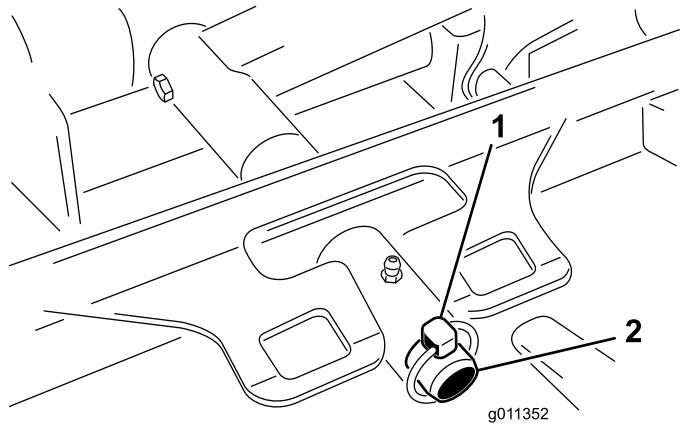

図 68
3. デッキのキャリアフレームを昇降アームのピボットピンに固定しているリンチピンまたはリテナーナットを外す図 68。
3. デッキのキャリアフレームを昇降アームのピボットピンにセットする。リンチピンまたはリテナーナットで固定する図 68。